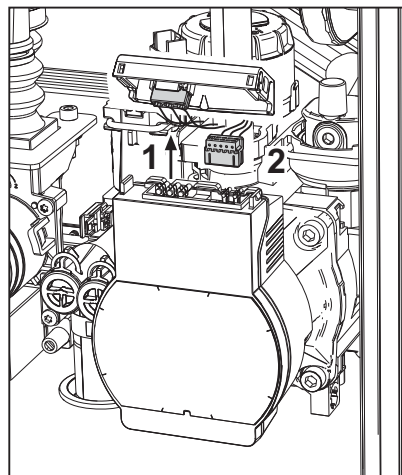

fig. 31
- Deconectați de la electricitate pompa de circulație deblocând conexiunile și ridicând elementul "1" din fig. 31.